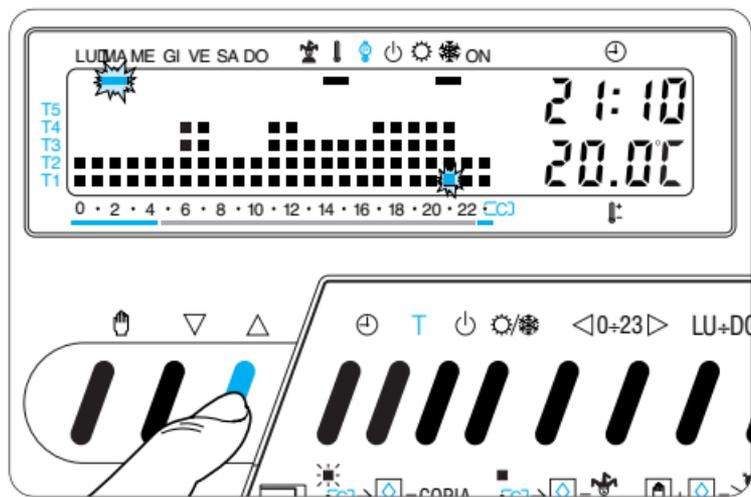

Fig. 23
**5.6** - Premere il pulsante  $\nabla$  (indietro) o  $\triangle$  (avanti) sino a che non si raggiunge il giorno in corso (fig. 23).